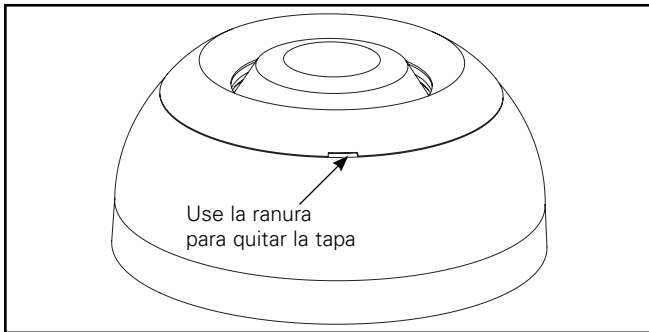

Figura 4.
1. Localice la ranura en el sensor. (Figura 4.)